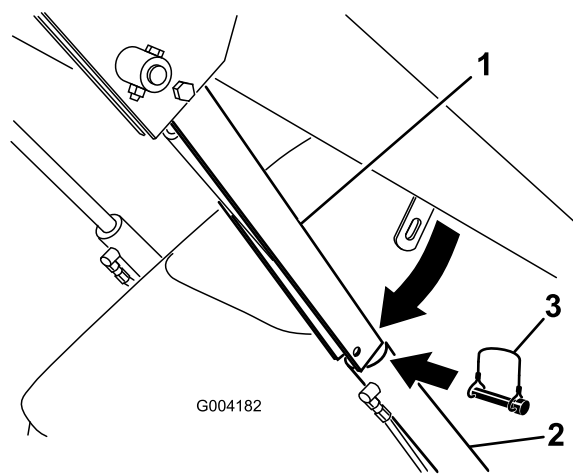

Рисунок 24
5. Опустите замок гидроцилиндра на шток гидроцилиндра и закрепите его при помощи шплинта (Рисунок 24).
4. Извлеките шплинт, который крепит замок гидроцилиндра к стреле погрузчика (Рисунок 24).